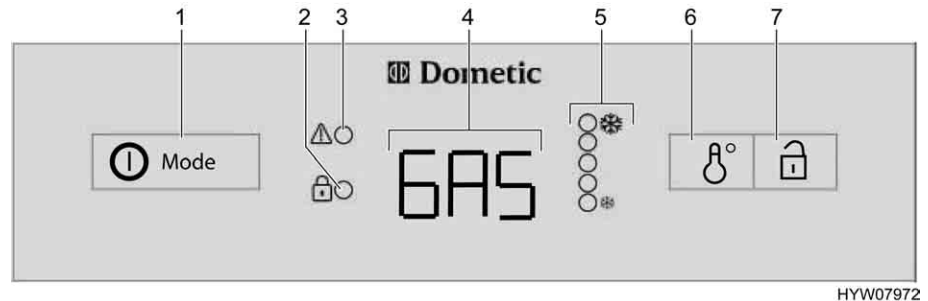

Fig. 235 Elementi di comando per il frigorifero (serie Dometic 8 con AES)
In caso di guasti il relativo indicatore LED "⚠" (Fig. 235,3) lampeggia.
Se è selezionato il funzionamento automatico, l'alimentazione a 230 V **non** è allacciata e il motore del veicolo è **spento**, il sistema AES seleziona il rifornimento di gas. Selezionando il funzionamento a gas, il dispositivo di sicurezza si apre automaticamente, così che il gas possa fluire al bruciatore. Contemporaneamente si inserisce l'accenditore elettronico. Se la fiamma del gas si spegne, p. es. a causa di un colpo di vento, l'accenditore viene subito azionato riaccendendo il gas. In caso di guasti nel funzionamento a gas, nell'indicazione di funzionamento (Fig. 235,4) lampeggia la scritta "GAS".
Dopo l'accensione il frigorifero seleziona automaticamente la regolazione intermedia del termostato. Questa impostazione può essere modificata manualmente con l'interruttore per la regolazione della temperatura (Fig. 235,6). Gli indicatori LED (Fig. 235,5) visualizzano la temperatura selezionata sul termostato. Con l'interruttore viene regolata la temperatura di refrigerazione per tutti i tre tipi di energia. Ci vogliono alcune ore prima che il frigorifero raggiunga la temperatura normale di esercizio. Cambiando la modalità di funzionamento la regolazione del termostato non viene modificata. La temperatura di refrigerazione è indipendente dal tipo di energia utilizzata.
- Premere l'inseritore/selettore di energia (Fig. 235,1) per 2 secondi, per accendere l'apparecchio. L'ultima modalità di funzionamento prescelta viene visualizzata nell'indicazione di funzionamento (Fig. 235,4).
- Con l'inseritore/selettore di energia (Fig. 235,1) selezionare il tipo di energia.
- Regolare la temperatura di refrigerazione sull'interruttore per la regolazione della temperatura (Fig. 235,6). Gli indicatori LED (Fig. 235,5) visualizzano la regolazione del termostato prescelta.
- Premere l'inseritore/selettore di energia (Fig. 235,1) per 2 secondi. Cancellare tutte le indicazioni.